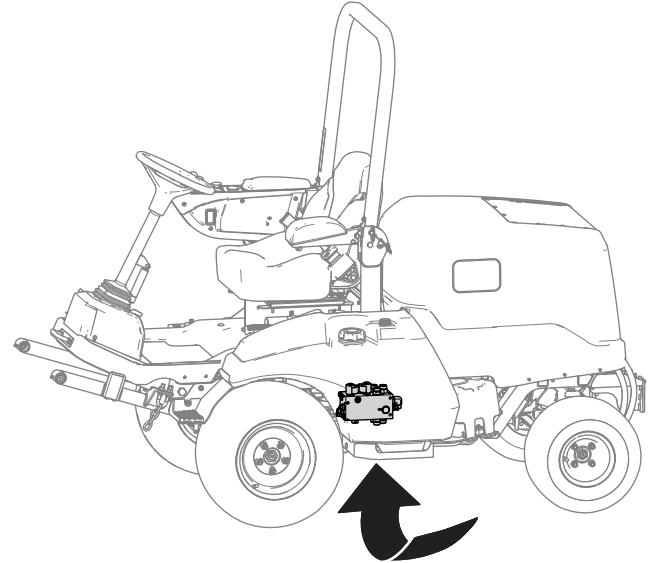

Figura 8
- A. Coloque un recipiente de vaciado debajo del distribuidor hidráulico (ilustrado en la Figura 8).